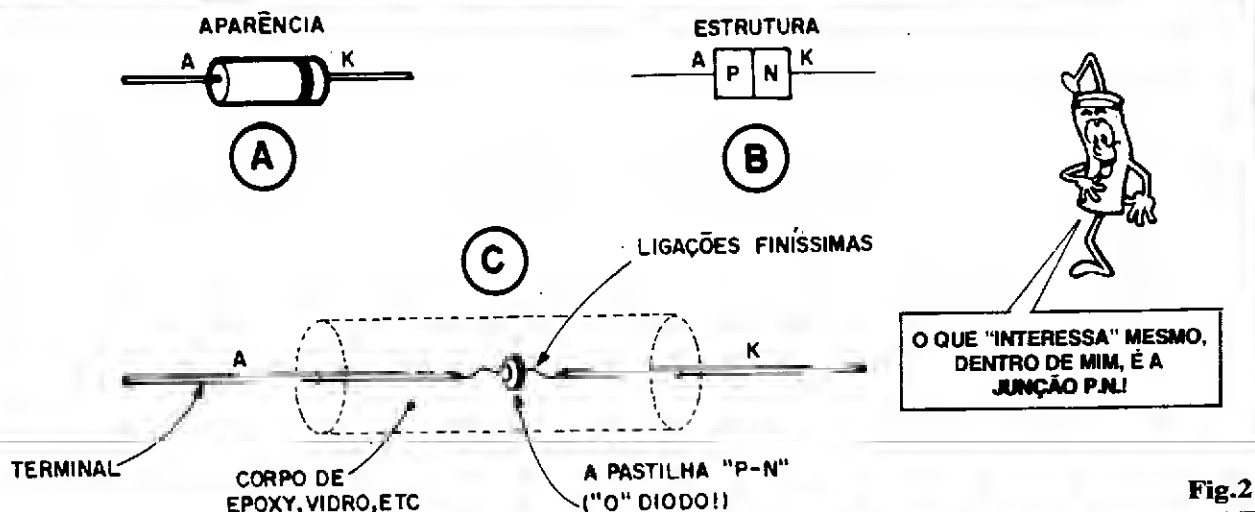

Fig.2
- FIG. 2 - Analisemos, agora, um simples e comum DIODO... O
- FIG. 2-A - A "cara" do componente, que Vocês todos já conhecem bem, com seu cilindrinho de **epoxy**, faixa indicadora do terminal de **catodo**, terminais metálicos axiais, etc...
- FIG. 2-B - Estrutura semicondutora do DIODO (revejam a "Aula" nº 3...), com sua necessária junção P-N estabelecida por dois blocos de materiais, cada um "dopado" de maneira a assumir diferente polaridade ("buracos" livres no material P e elétrons livres no material N, lembram-se...?).
- FIG. 2-C - O DIODO "real" é apenas aquela milimétrica pastilha de silício existente "lá dentro", ligada aos terminais externos por finíssimos fios metálicos, e toda recoberta pelo material protetor e isolante do "corpo" (epoxy, vidro, etc.). Se pudéssemos - na prática - lidar apenas com o diodo **mesmo**, teríamos algo de novo (como no caso do resistor...) menor, mais leve, mais barato...